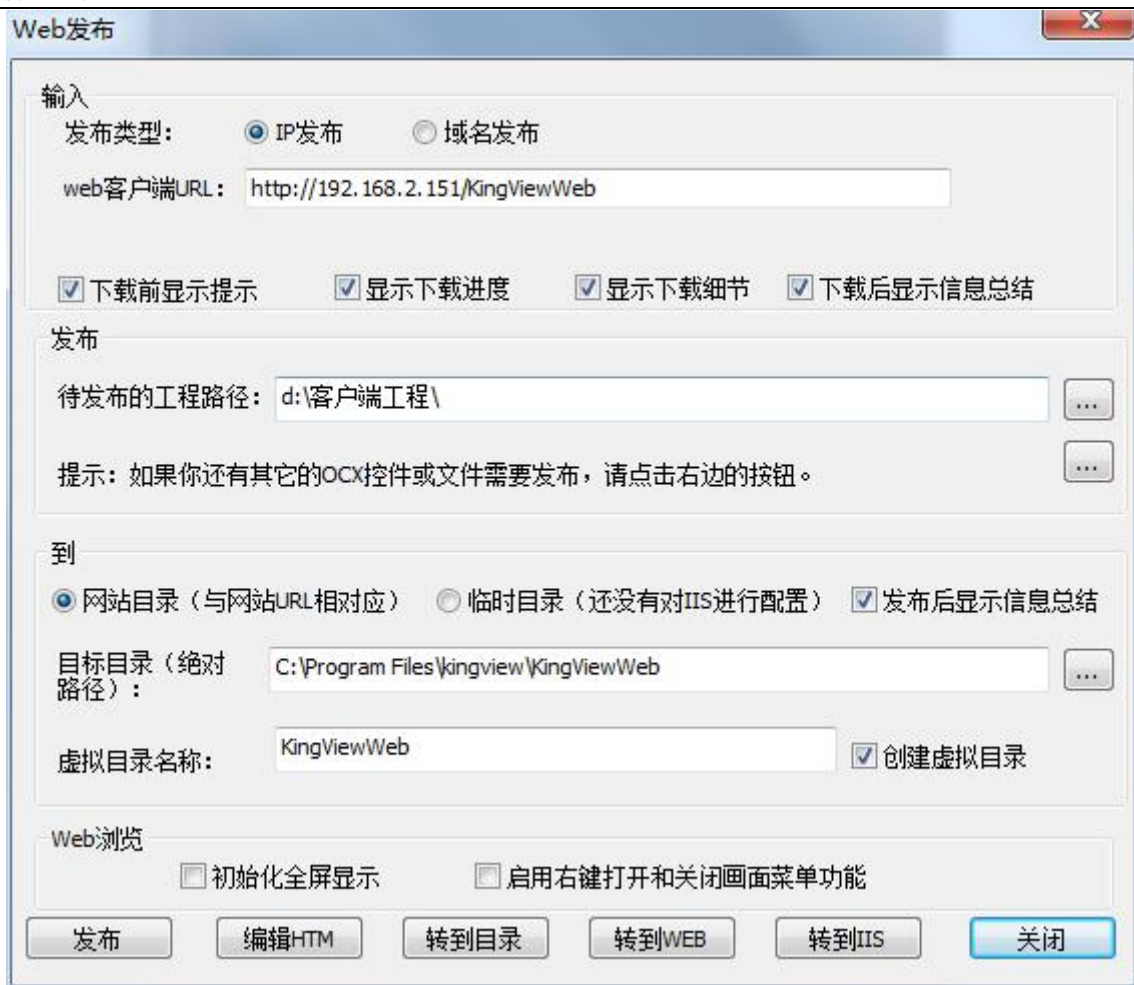

图 12-19 Web 发布对话框
- 1、双击组态王安装路径下的 KVWebPublish.exe 应用程序，弹出对话框，如图 12-19 所示。